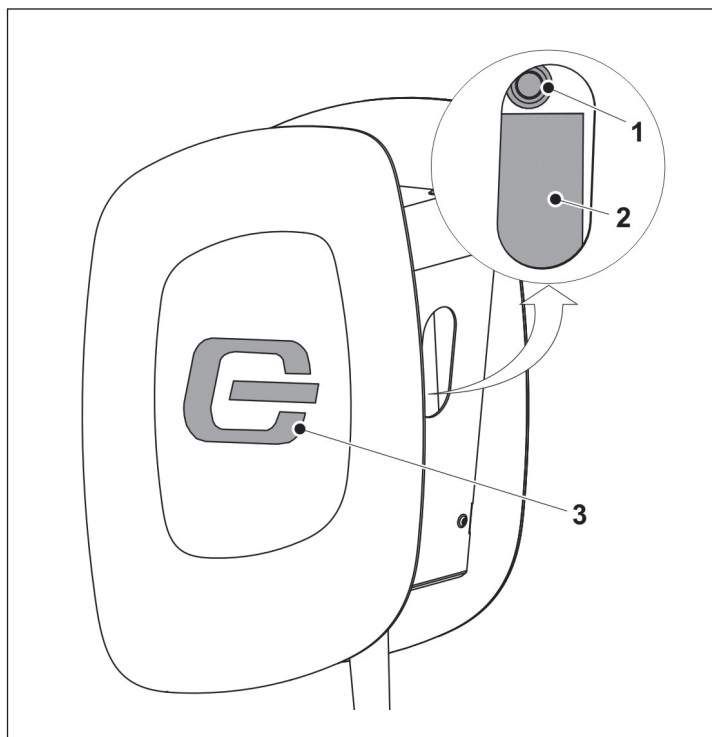

Abbildung 1
4. Sobald Sie das Ladekabel in das Fahrzeug eingesteckt haben, schaltet die Wallbox auf „betriebsbereit“, die Frontbeleuchtung (Abb. 1/3) geht an und die LED (Abb. 1/1) leuchtet grün.
Durch Drücken der Taste (Abb. 1/1), ohne angeschlossenes Fahrzeug, wechselt die Wallbox aus dem Standby-Zustand in den betriebsbereiten Zustand. Die LED leuchtet grün. Das Ladekabel kann an das Fahrzeug angesteckt werden.
Der Ladevorgang lässt sich **nicht** mit dem Taster (Abb. 1/1) abbrechen. Es gibt drei Möglichkeiten den Ladevorgang abzubrechen:
Falls nach dem Einstecken des Ladekabels oder dem Drücken der Taste (Abb. 1/1) keine Reaktion der Wallbox erfolgt, überprüfen Sie bitte die gebäudeseitige Spannungsversorgung (Leitungssicherungen, FI-Schutzschalter).
- Zum Rücksetzen der Fehlerstrom-Schutzeinrichtung drücken Sie die Taste (Abb. 1/1) länger als 3 Sekunden. Die LED flackert grün.